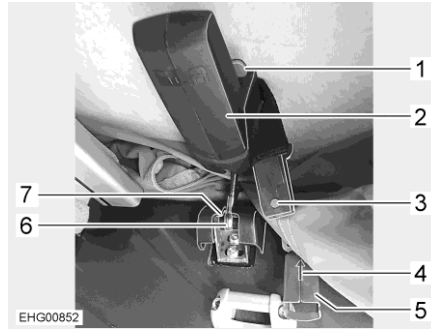

Fig. 35 Bloqueo, techo abatible en la parte trasera (C 530)
- Encajar el perno (Fig. 35,6) en el sujetador (Fig. 35,7).
- Presionar el tirador negro (marcado SCA) (Fig. 35,2) hacia arriba.
- Presionar la palanca roja (Fig. 35,1) hacia abajo. De este modo, se bloquea el tirador negro (marcado SCA) (Fig. 35,2).
- Cerrar el cierre de hebilla (Fig. 35,5) en ambos lados. Para ello, encajar las dos partes del cierre de hebilla y deslizarlas la una sobre la otra en la dirección de la flecha (Fig. 35,4).